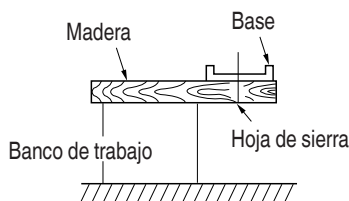

Fig. 10
8. Prepare un banco de trabajo de madera (Fig. 10) Como la hoja de sierra sobresaldrá de la superficie inferior de la madera de trabajo, coloque ésta sobre un banco de trabajo para cortarla. Si, como banco de trabajo, utiliza un madero cuadrangular, tenga en cuenta el nivel del suelo para asegurar que quede adecuadamente estabilizado. Un banco de trabajo inestable resultaría en una operación peligrosa.